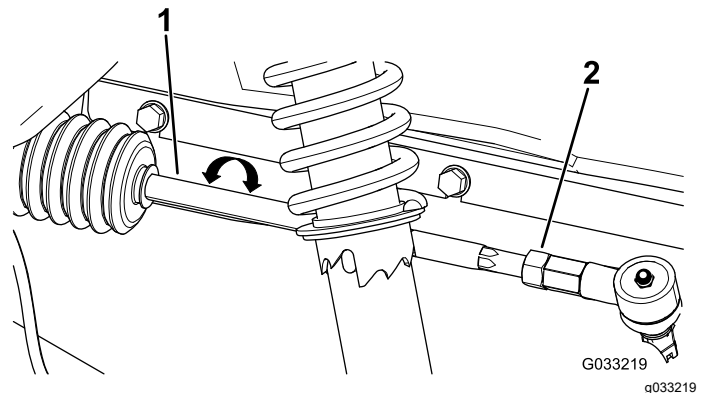

Figura 120
1. Afloje las contratuercas del extremo exterior de las bielas (Figura 120).